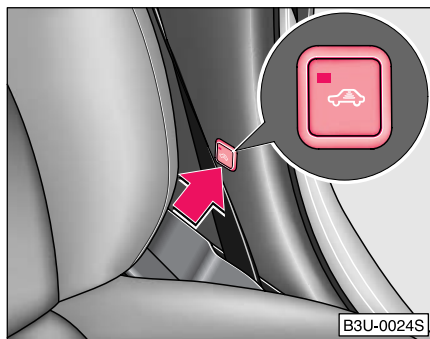

Fig. 29 Tastă pentru supravegherea spațiului interior.
- Apăsați tasta  situată pe stâlpul median pe partea conducătorului auto ⇒ Fig. 29.